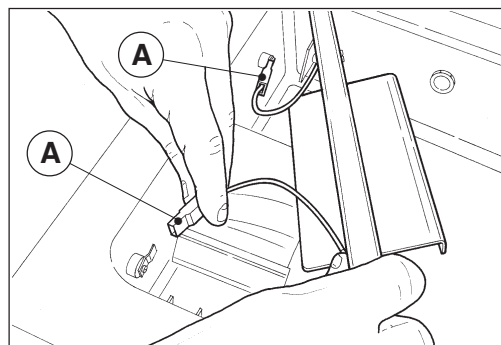

Fig. 1
- 2) Disconnettere i due cavetti della barra saldante (A - Fig. 1).